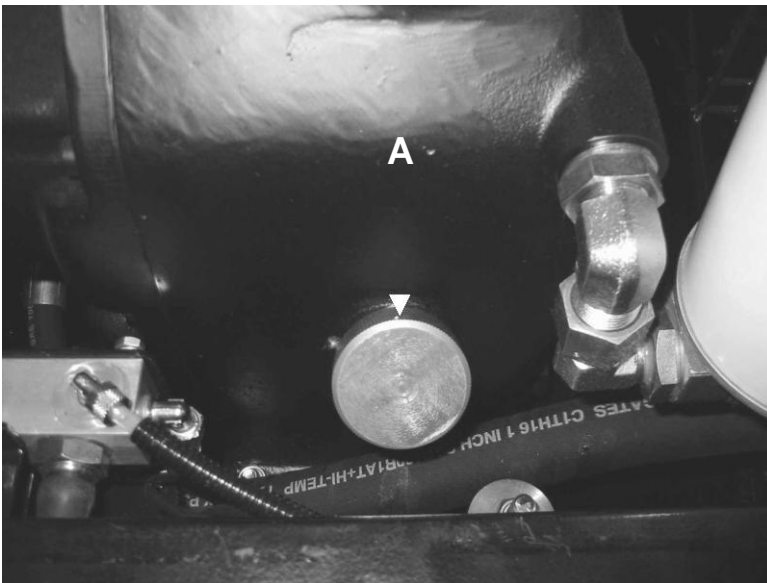

FIG. 8
- Înainte de deșurubarea capacului de umplere (fig. 8 partea A), în care este fixată tija de nivel gradat, asigurați-vă că sistemul nu mai este sub presiune (**manometrul trebuie să indice 0 bari**)